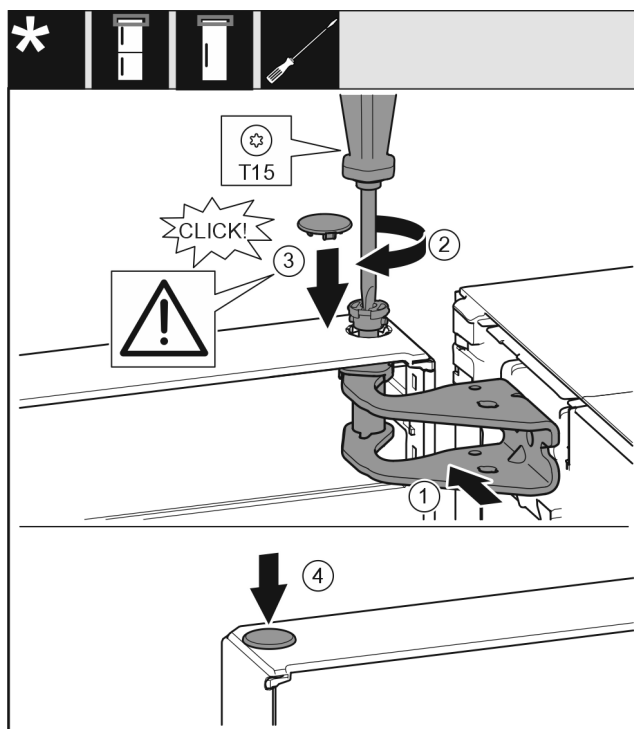

Fig. 26
- Orienter la porte en haut pour l'ouverture dans le support de palier. Fig. 26 (1)
- Insérer l'axe Fig. 26 (2) et le serrer avec un tournevis.
- Monter le cache de fixation Fig. 26 (3) pour sécuriser la porte : mettre le cache de fixation en place et vérifier qu'il repose bien sur la porte. Sinon, insérer complètement l'axe.
- Mettre le cache Fig. 26 (4) en place.